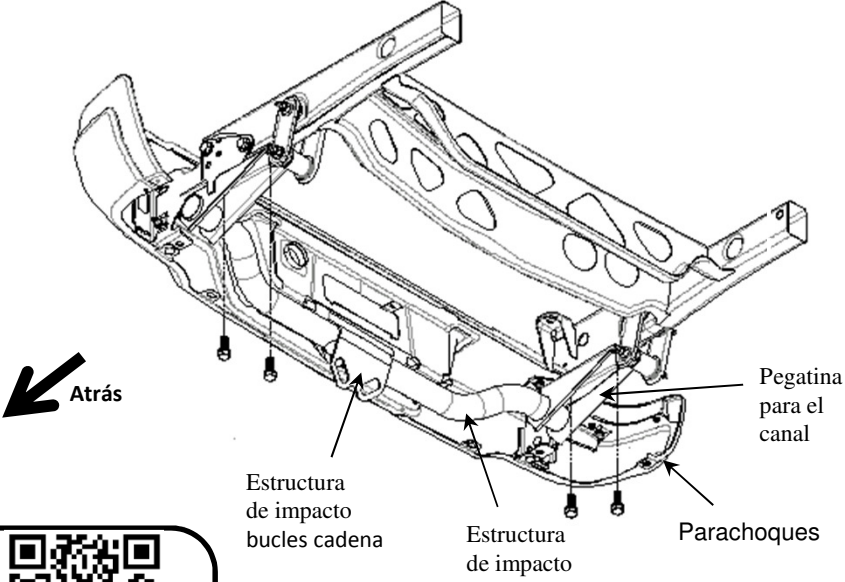

Figura 1
1. Retire (4) pernos de la base de la estructura de impacto. Ver Figura 1. Devuelva los pernos al propietario.